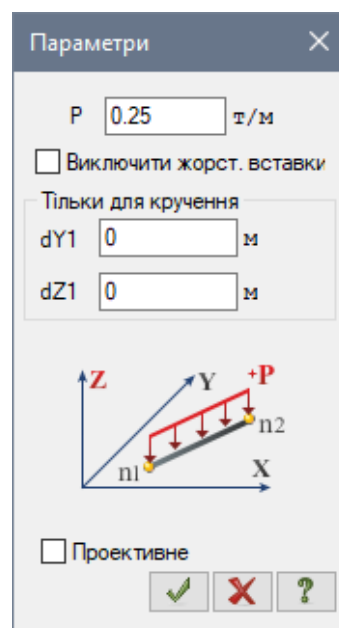

Рис. 5.19. Діалогове вікно Параметри
- В цьому вікні задайте інтенсивність навантаження  $p = 0.25$  т/м (рис. 5.19).